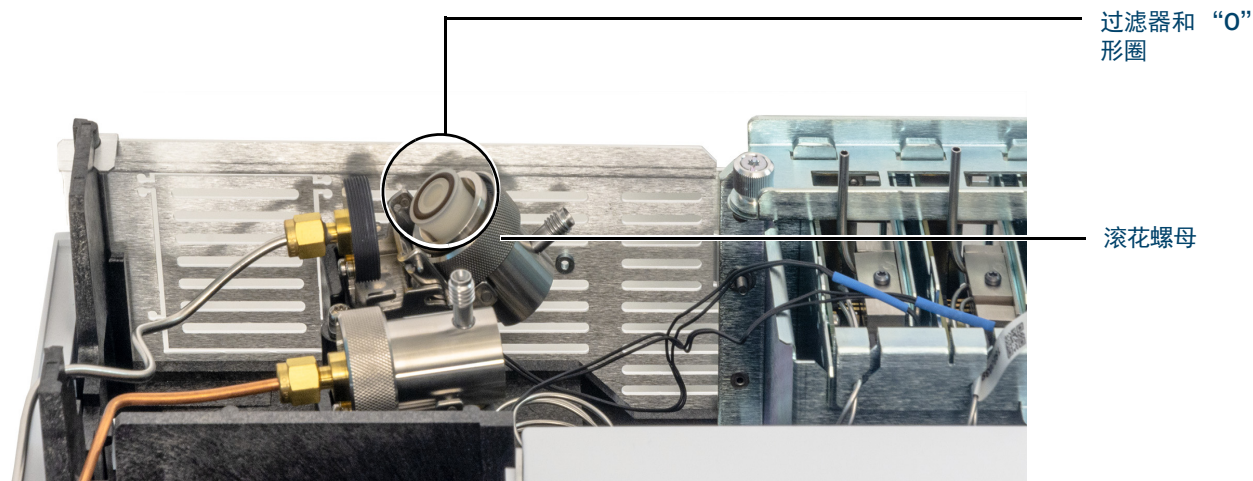

图 39. 滑动捕集阱组件，露出过滤器
- 5 将捕集阱组件从导向连接支架滑回并向上倾斜，露出过滤器，如图 39 中所示。